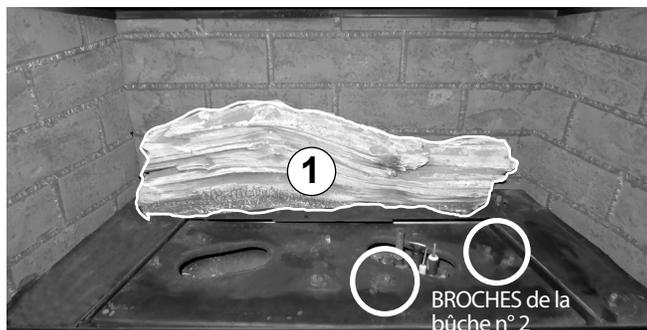

Figure 7.22. Emboîtez la bûche arrière n° 1 avec les deux chevilles en acier situés sur la jupe du brûleur arrière.
Les supports de suspension du revêtement s'emboîtent dans les fentes intérieures (C) par l'avant des supports de montage de la boîte à feu. Voir la fig. 7.22, page 7.36.